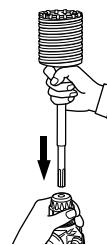

Fig. 27
- (3) Monter la queue de couronne sur le marteau rotatif à percussion. (Fig. 27)